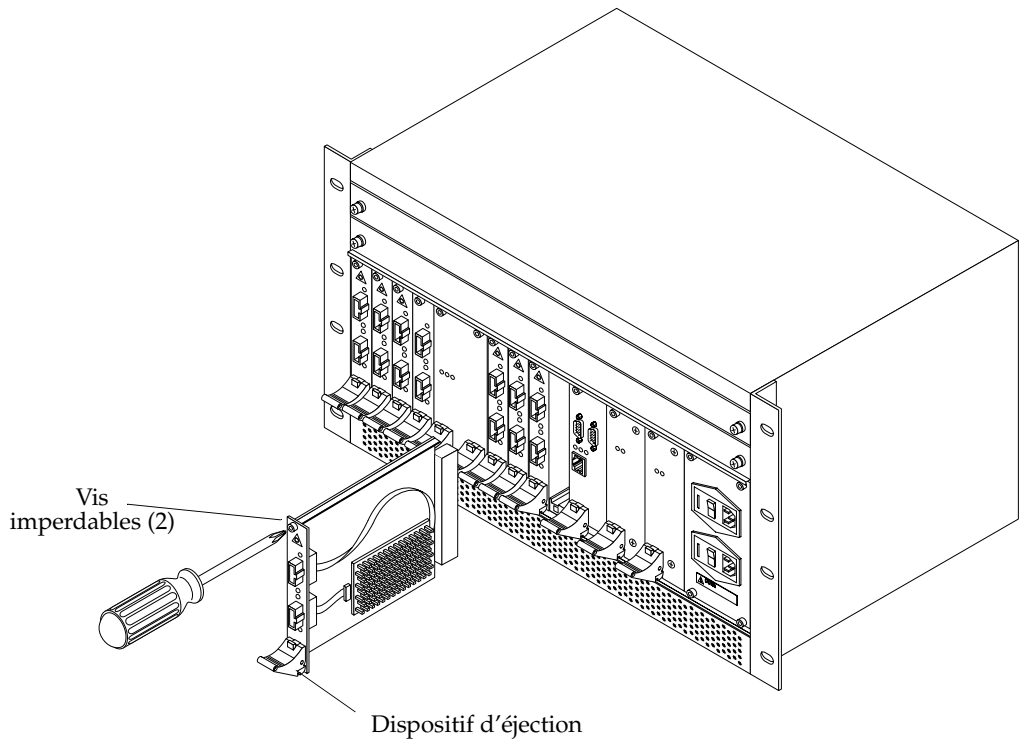

FIGURE 4-1 Remplacement d'un module optique
3. Desserrez les vis imperdables situées en haut et en bas du module (FIGURE 4-1).
3. Assurez-vous que le dispositif d'éjection du module de rechange est déverrouillé en appuyant sur le bouton rouge (FIGURE 4-1).